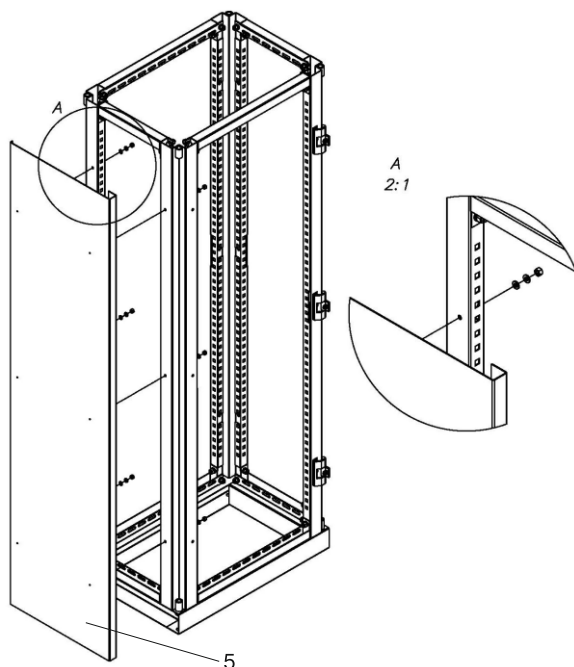

Рисунок 6 – Установка левой боковины
7.1 Присоединить левую боковину (позиция 5) к каркасу при помощи шести гаек M6, шести шайб 6, шести пружинных шайб 6 (рисунок 6).